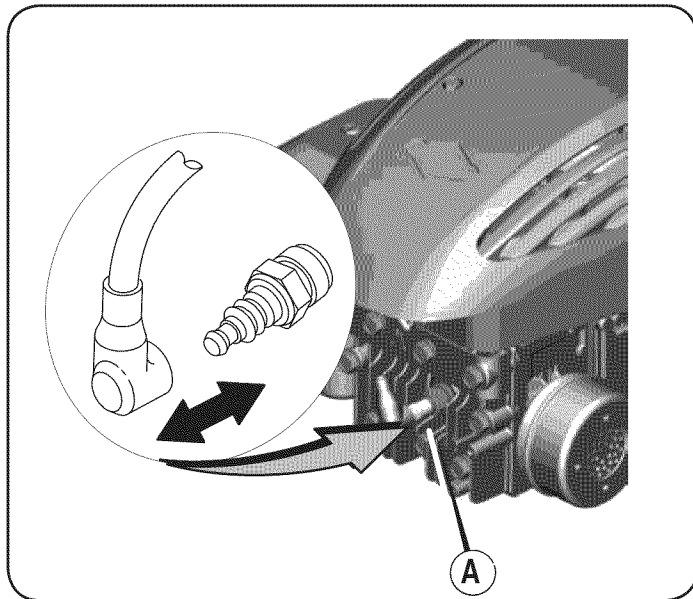

Figura 15
1. Con el motor apagado pero aún caliente, desconecte la bujía. Vea Figura 15.
1. Con el motor apagado pero aún caliente, desconecte el cable de la bujía (A) y manténgalo a distancia de la bujía (Figura 15)